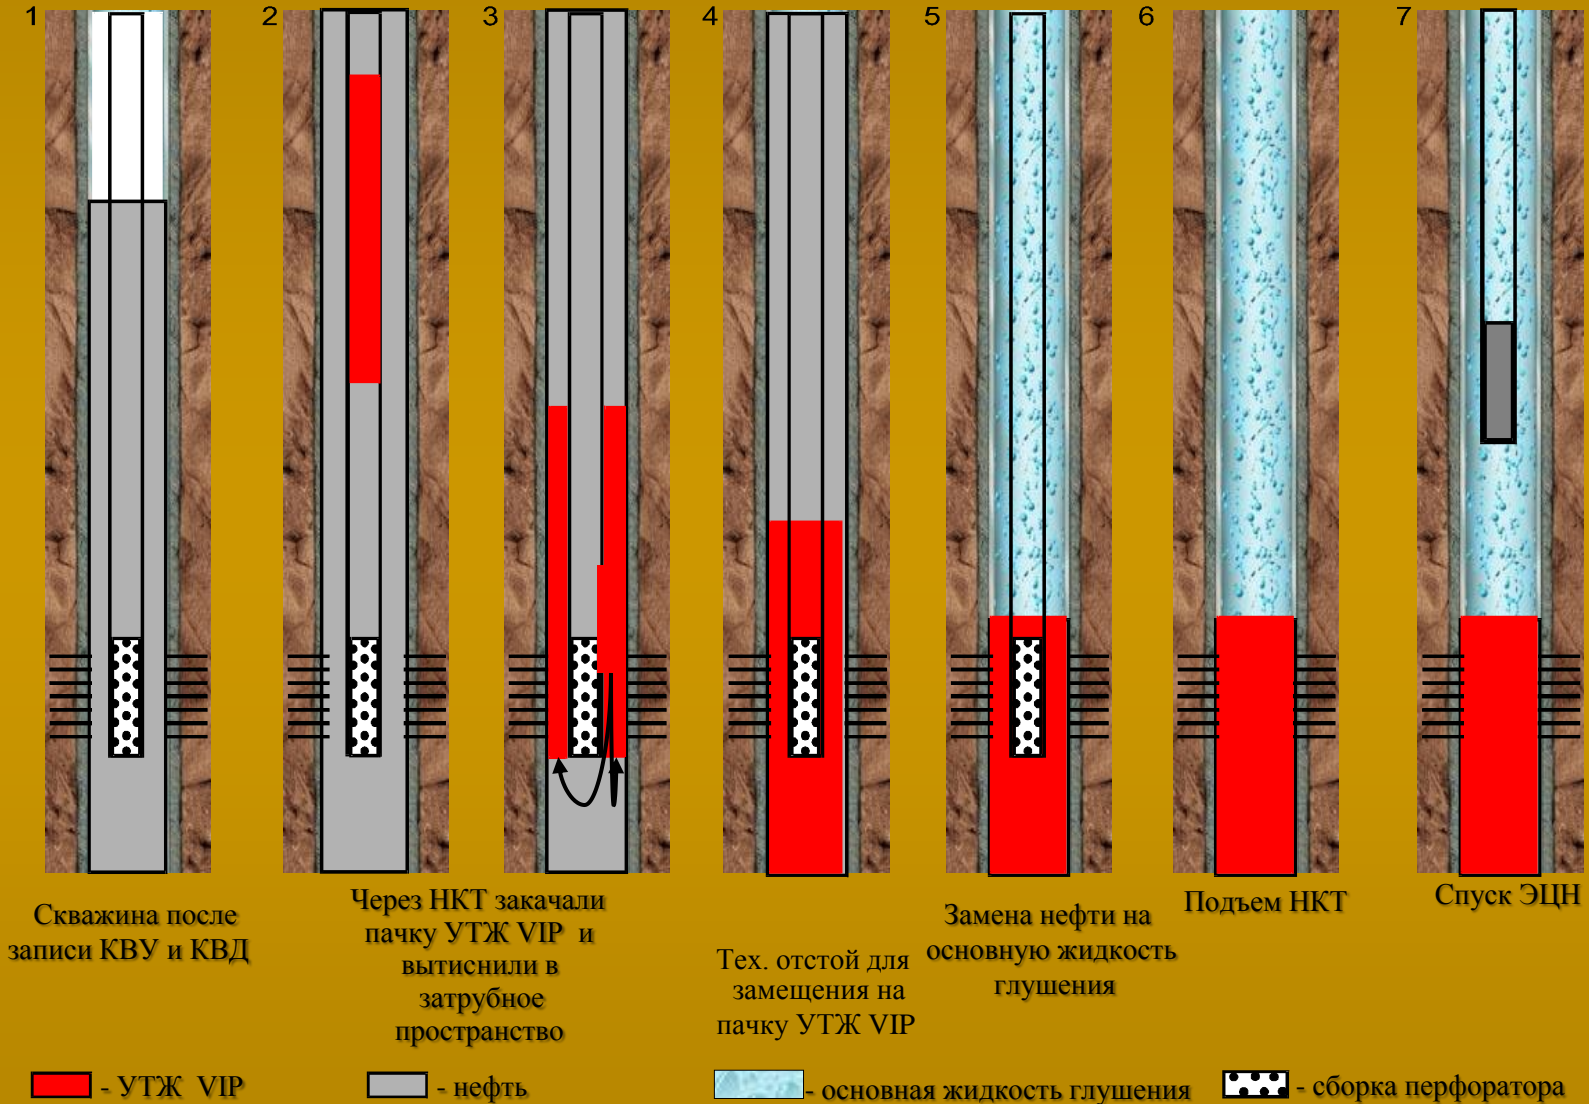

Рис. 5
**После проведения исследований в скважине с записью КВУ и КВД, перед подъемом труб НКТ и спуском насосной установки, глушение (скважины) с применением УТЖ VIP проводят в следующем порядке (см.рис. 5):**